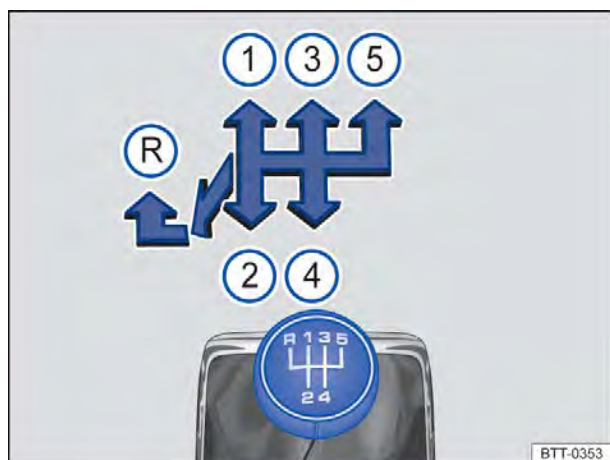
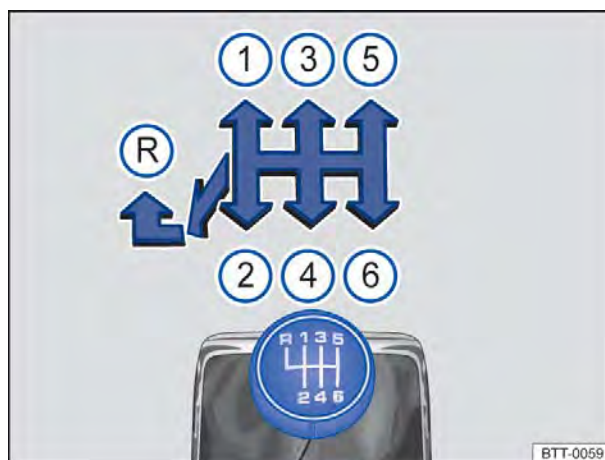

Fig. 136 Esquema de troca de marchas da transmissão manual de 5 marchas.
Fig. 137 Esquema de troca de marchas da transmissão manual de 6 marchas.
As posições de cada marcha estão representadas na alavanca da transmissão ⇒ Fig. 136 ou ⇒ Fig. 137.
- Empurrar a alavanca da transmissão totalmente para a esquerda e depois para frente até a posição da marcha a ré ⇒ Fig. 136 (R) ou ⇒ Fig. 137 (R).